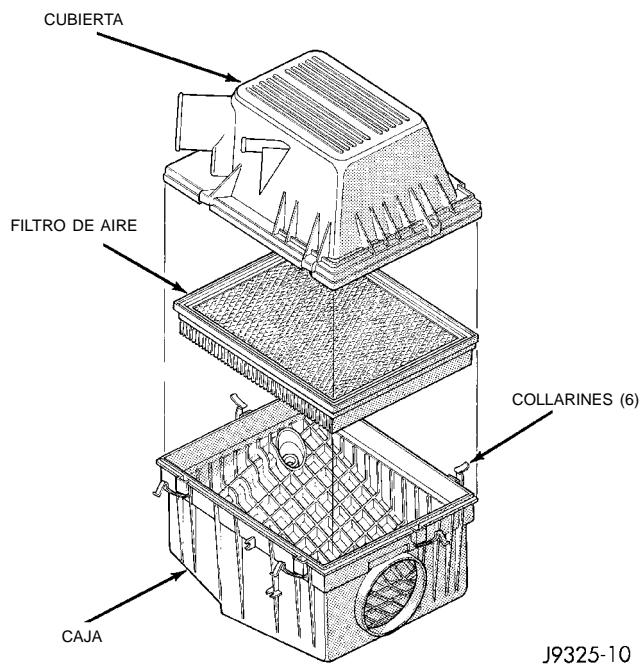

Fig. 86 Desmontaje/instalación del elemento del depurador de aire
(1) Suelte haciendo palanca los seis collarines que retienen la tapa del depurador de aire en la caja del depurador de aire (Fig. 86).